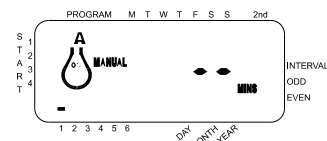

Figure 12:
- Appuyer sur la touche MANUEL. Ensuite, appuyer sur SUIVANT trois fois. Un curseur clignotant s'affichera sur la station 1 avec l'indication --MINS [Voir Figure 12].